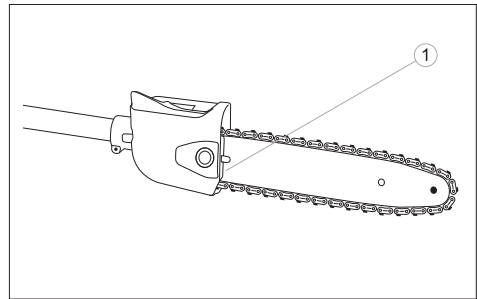

fig. 19
Lösen Sie die Befestigungsmuttern der Schiene (Schutzabdeckung samt der Bremsklappe), drehen Sie die Einstellschraube (1) im Uhrzeigersinn, um die Kette zu spannen. Um die Kettenspannung zu reduzieren, drehen Sie die Einstellschraube (1) gegen den Uhrzeigersinn. Stellen Sie sicher, dass die Kette über dem gesamten Schienenumfang verteilt ist (Abb. 19).
Um zu vermeiden, dass die Baumrinden reißt, die Schiene zurückstößt bzw. verklemmt, beginnen Sie immer mit einem Hilfsschnitt (1) an der Zweigunterseite. Dafür ziehen Sie die Schneidkante tangential durch das untere Zweigteil. Danach nehmen Sie den Querschnitt vor. Hilfsschnitt (Abb. 19).